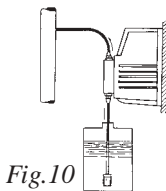
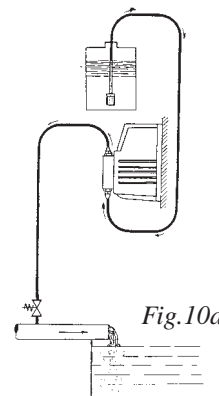

Fig.10
Fig.10a
Se l'impianto da trattare lavora alla pressione atmosferica (additivazione a scarico libero) ed il serbatoio dell'additivo deve essere assolutamente posizionato più in alto del punto di iniezione (fig. 10a), controllare periodicamente la funzionalità della valvola di iniezione, in quanto la sua eccessiva usura potrebbe portare all'immissione dell'additivo nell'impianto per caduta (anche ad apparecchiatura ferma). Se il problema permane, inserire una valvola di contropressione opportunamente tarata tra la pompa dosatrice ed il punto di iniezione (fig. 10a). Per liquidi che emanano esalazioni aggressive, non installare la pompa sopra al serbatoio a meno che tale serbatoio risulti chiuso ermeticamente.
- Locate the pump as shown in fig. 10 bearing in mind that it may be installed either below or above the level of the liquid to be dosed, though the level difference should not exceed 2 metres. When the plant in which the pump is installed is operating at atmospheric pressure (additive freely discharged) and the additive tank is situated above the plant fig. 10a), the condition of the injection valve should be checked at regular intervals, because excessive wear and tear could cause additive to drip into the plant even when the pump is shut down. In the case of liquids that give rise to aggressive vapours, do not install the pump above the storage tank unless the latter is hermetically sealed.*
- Placer la pompe comme l'indique la figure 10, sans oublier qu'elle peut être fixée aussi bien au-dessous qu'au-dessus du niveau du liquide à doser à l'intérieur de la limite maximum, de 2 mètres. Lorsque l'installation, dans laquelle la pompe est installée, fonctionne à pression atmosphérique (additif injecté sans contre-pression) et que le bac à réactif est situé au-dessus de cette installation (fig.10a), l'état de la canne d'injection devra être vérifié à intervalles réguliers, car une usure excessive pourrait entraîner un siphonnage de l'additif vers l'installation même quand la pompe est arrêtée. Si le problème se reproduit il sera nécessaire d'installer un clapet de contre-pression calibré à la pression requise. Pour les liquides à émanations agressives, ne pas installer la pompe au-dessus du bac, à moins que ce bac ne soit fermé hermétiquement.
- c. Die Pumpe wie auf Abbildung 10 gezeigt positionieren und dabei berücksichtigen, dass die Installation sowohl unterhalb, als auch oberhalb des Pegels der zu pumpenden Flüssigkeit erfolgen kann, wobei der Unterschied 2 Meter nicht überschreiten sollte. Falls die Anlage, in die die Pumpe installiert wird, unter atmosphärischem Druck betrieben wird (Additiv frei abgelassen) und wenn der Additivtank sich oberhalb der Anlage befindet (Abbildung 10a), so sollte der Zustand des Einspritzventils in regelmäßigen Abständen kontrolliert werden, da ein übermäßiger Verschleiß dazu führen kann, dass das Additiv auch dann in die Anlage tropft, wenn die Pumpe abgeschaltet ist. Falls die Flüssigkeiten aggressive Dämpfe bilden, sollte die Pumpe nicht oberhalb des Lagertanks installiert werden, wenn dieser nicht hermetisch verschlossen ist.
- c. Coloque a bomba como se mostra na Figura 10, tendo presente que ela tanto pode ser instalada abaixo como acima do nível do líquido a ser dosado, sob condição da diferença de níveis não exceder 2 metros. Quando a aparelhagem onde a bomba está instalada, está a funcionar à pressão atmosférica (aditivos drenados livremente) e o tanque aditivo está situado abaixo do nível da aparelhagem (fig. 10a), é necessário controlar periódica e regularmente o estado da válvula de injeção, pois o excesso de desgaste poderia causar a entrada do aditivo na aparelhagem, mesmo com a bomba parada. Em caso de líquidos que favorecem o desenvolvimento de vapores agressivos, não instale a bomba por cima do tanque de armazenagem, a não ser que este esteja hermeticamente fechado.